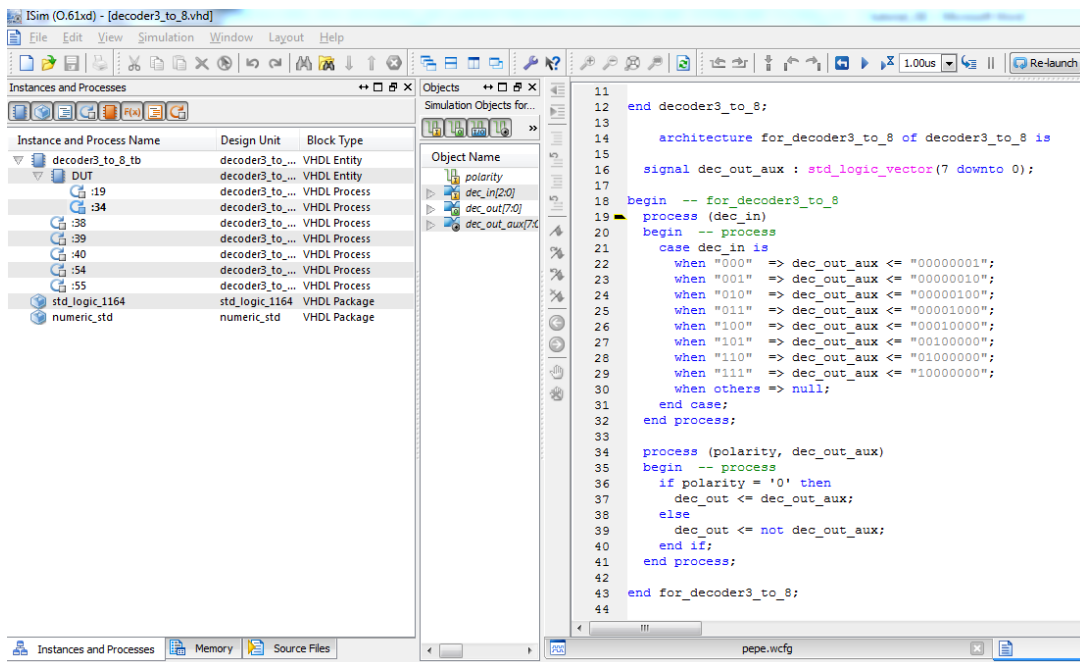

Figura 52.- Ventana de *Instances and Processes*.
- **Ventana Instances and Processes.** Muestra los procesos que modelan el diseño (Figura 52). Seleccionado uno, en la ventana **Objects** se muestran las señales que hay en él. Con esta ventana se puede navegar por los elementos de un diseño jerárquico para seleccionar como trazas señales de los procesos que se encuentran en diferentes niveles de la jerarquía. Los procesos de un modelo se identifican por su referencia.